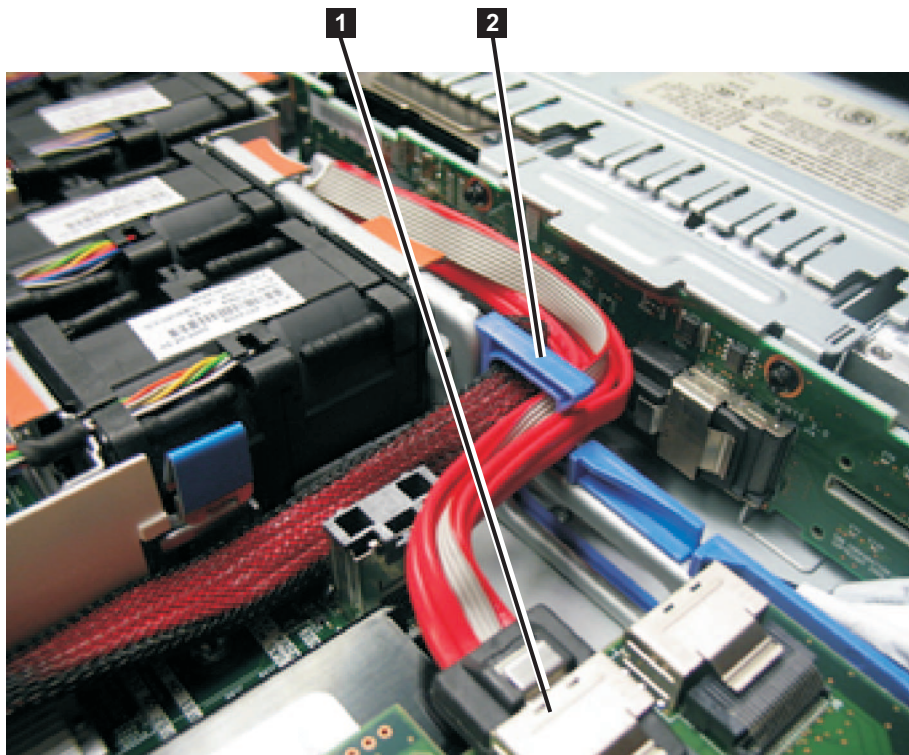

図 226. SAN ボリューム・コントローラー 2145-CG8 または 2145-CF8 の青色のバルクヘッド・クリップを通して配線され、SAS ディスク・コントローラーに接続されたブート・ディスク SAS ケーブル
10. 297 ページの図 226 に示すように、ディスク・バックプレーンの背後の青色のバルクヘッド・クリップから取り外します。